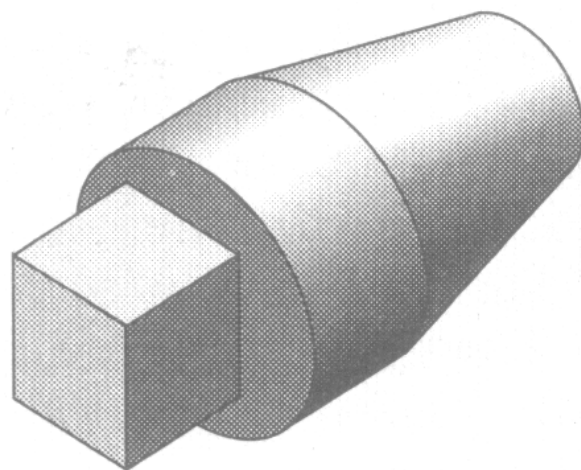

Рис. 2.5
**Вариант 3:** Размеры предмета (рис. 2.5): общая длина детали – 7,5 см; диаметры оснований кругового конуса – 4,6 и 2,6 см; расстояние между основаниями кругового конуса – 35 мм; длина, ширина и высота прямоугольной части детали составляет соответственно 25, 26 и 25 мм. Деталь рассекается вертикальной плоскостью, проходящей через прямоугольную часть детали.